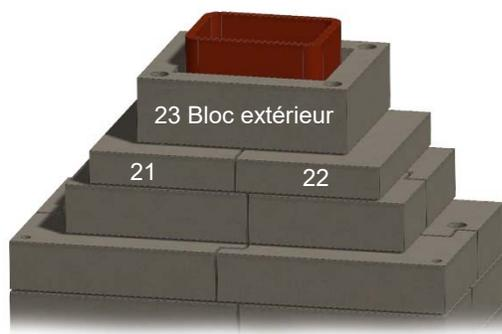

Figure 18. Cheminée en maçonnerie de l'âge de pierre
M. Installez le système de cheminée en maçonnerie Stone Age, composé de gaines en argile et de blocs extérieurs, ou l'adaptateur de tuyau Stone Age si vous installez une cheminée à tuyau métallique. Voir les figures 18 et 19.